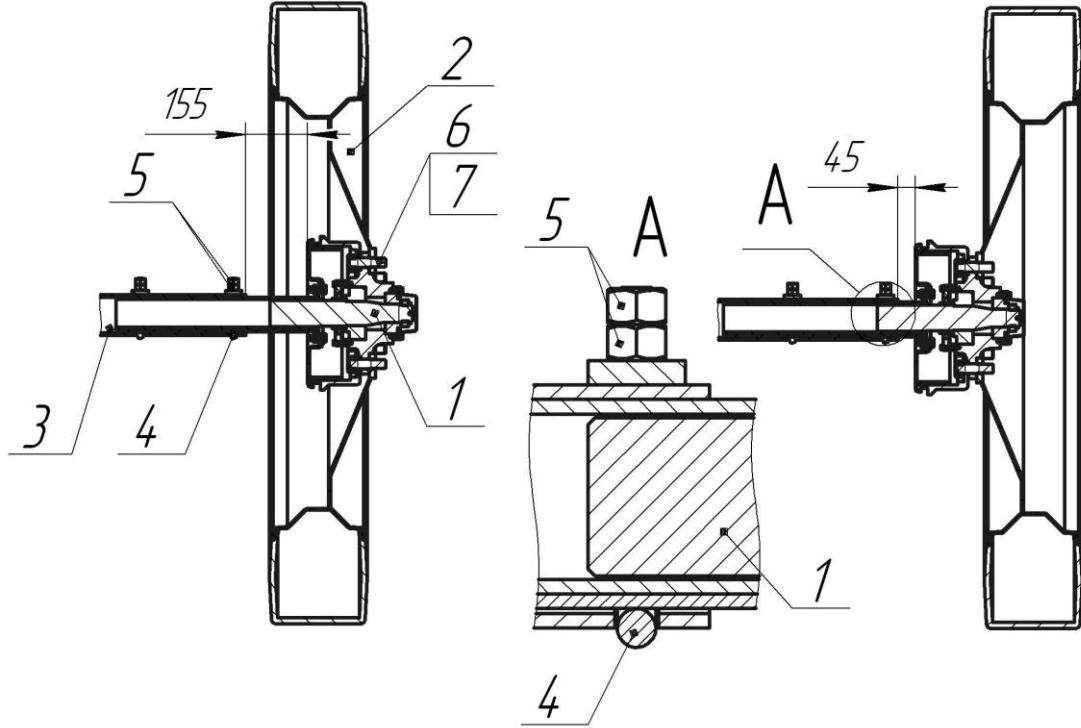

Рис. 12. Схема установки колес при колее а) 1500 мм, б) 1800 мм.
Опрыскиватель можно установить на колею 1500 (рис. 12 а) или 1800 мм (рис. 12 б). Колея регулируется бесступенчато.
- переместить полуоси 1, на расстояние, указанное на рис. 12;
- поменять местами колеса и перевернуть их, как показано на рис. 12; после монтажа колес протектор шин должен иметь исходное направление.
Внимание! Размеры, указанные на рис.12, относятся к опрыскивателям стандартной комплектации. В случае использования колесных дисков других производителей, алгоритм изменения колеи может быть изменен.